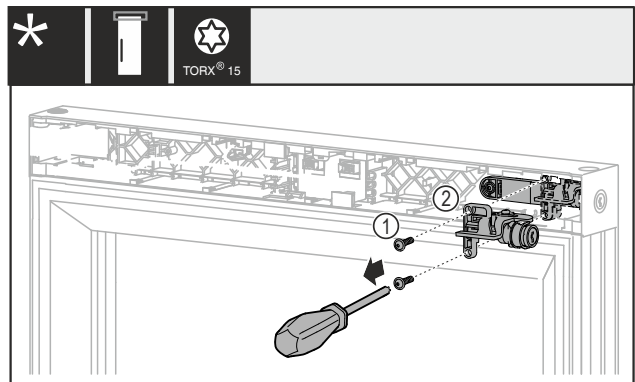

Fig. 20
- Hiqni vidat Fig. 20 (1).
- Hiqni bravën mekanike Fig. 20 (2).